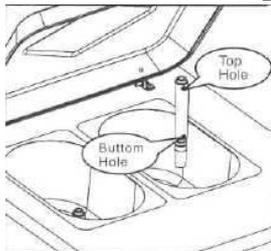

Рис. 7:
**ВНИМАНИЕ!** Для нормальной работы оборудования, и для получения качественных смесей используйте одновременно оба бункера для приготовления мороженого (в моделях с двумя бункерами). Смесь поступает в холодильный цилиндр через нижние отверстия (рис. 7).